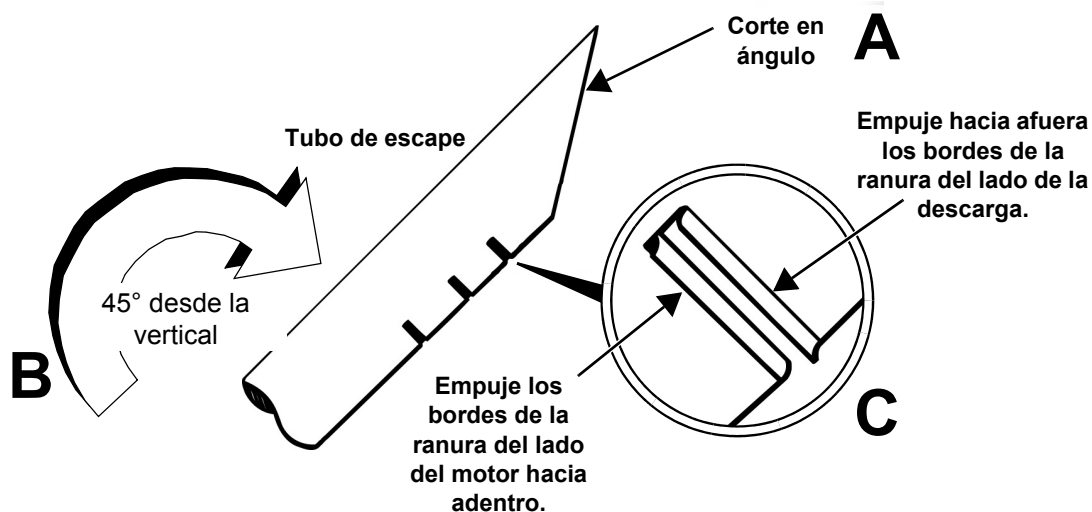

Figura 5-5. Ranuras para el drenaje de agua
- Las salidas del tubo de escape deben estar cortadas en ángulos de entre 30° y 45° (y no de 90°) para reducir la turbulencia y el ruido generados por los gases de escape. Vea la Figura 5-5.
Un método que se usa principalmente con los tubos de escape horizontales es el de cortar en ángulo el extremo del tubo, tal como se muestra en el punto A de la Figura 5-5.
Un método que se usa frecuentemente con los tubos de escape verticales es el de curvar el caño de 45° a 90° con un codo adecuado y, luego, cortar el extremo en ángulo tal como se describió anteriormente. Vea el punto B de la Figura 5-5.
Otra de las prácticas que puede emplearse con cualquiera de los dos métodos es el de realizar ranuras en el tubo de escape que posibiliten el drenaje de agua. Curve el lado del motor de las ranuras hacia adentro y el lado descendente hacia afuera, tal como se muestra en el punto C de la Figura 5-5. Evite que la ranura tenga un arco mayor de 60° de la circunferencia del tubo; de lo contrario, podría afectarse la integridad del tubo.